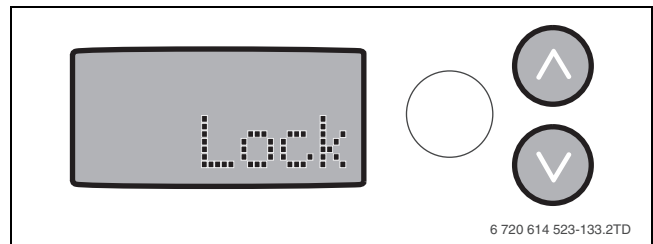

Fig. 40 Afișaj - Lock
- ▶ Pe afișaj apare timp de 5 secunde cuvântul „Lock“ (→ fig. 40). Meniul de informații poate fi în continuare citit.